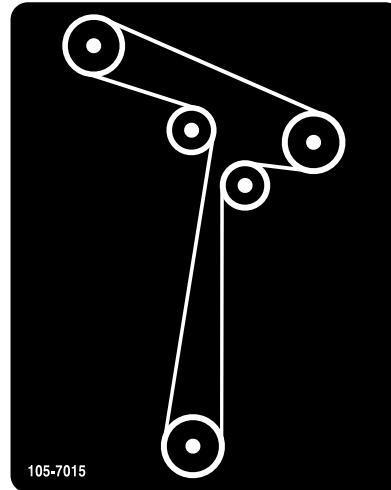

Figure 3
1. Installez la courroie du tablier de coupe (Figure 3), si elle a été retirée. Reportez-vous à la section Remplacement de la courroie du tablier de coupe dans le *Manuel de l'utilisateur*.